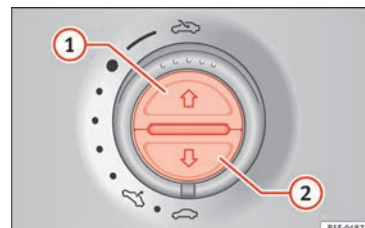

Fig. 138 No revestimento interior do teto: botões da cortina para o sol.
Abrir completamente (função automática)	Pressione o botão » Fig. 138 ① brevemente.
- O comutador deve estar na posição de «fechado» »  **Página 15 ①.**
- **Teto de abrir panorâmico:** Durante os 5 segundos seguintes após o disparo da função antientalamento, mantenha o comando puxado para trás »  **Página 15** (seta ⑤) até que o teto de abrir panorâmico fique completamente fechado.
- **Cortina para o sol:** Durante os 5 segundos seguintes após o disparo da função antientalamento, pressione o botão » **Fig. 138 ②** até que a cortina para o sol fique completamente fechada.